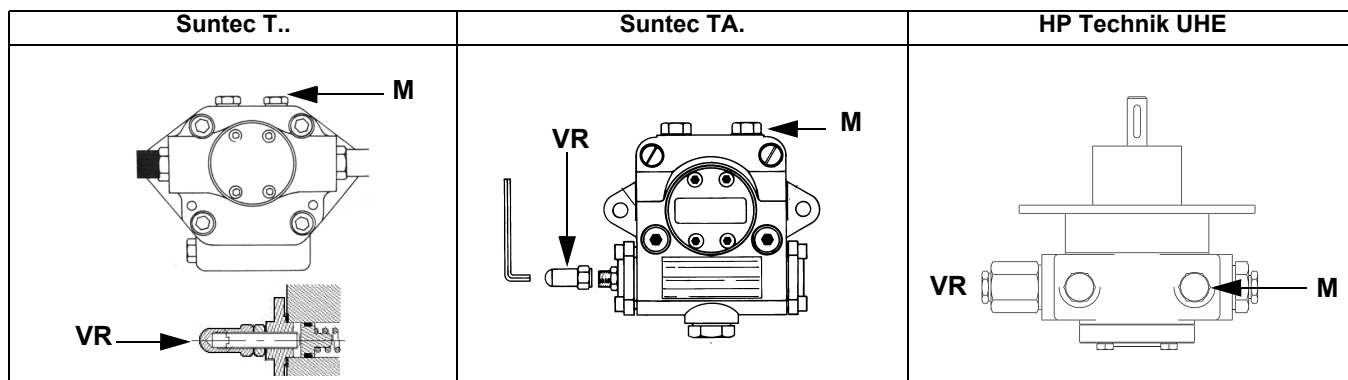
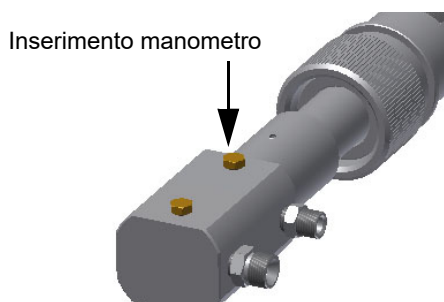

Fig. 11
Fig. 12
- 3 sfiatare l'aria dall'attacco (**M**) manometro della pompa (Fig. 11), allentando leggermente il tappo, senza toglierlo; quindi rilasciare il contattore.
- 5 Solo se necessario, regolare la pressione di alimentazione (vedi relativo paragrafo) nel modo seguente: inserire un manometro nella posizione indicata in Fig. 12 agire sulla vite di regolazione **VR** della pompa (vedi Fig. 11) fino ad ottenere una pressione all'ugello pari a 20 bar (ugelli Monarch o ugelli Bergonzo - vedere grafici a pag. 45);